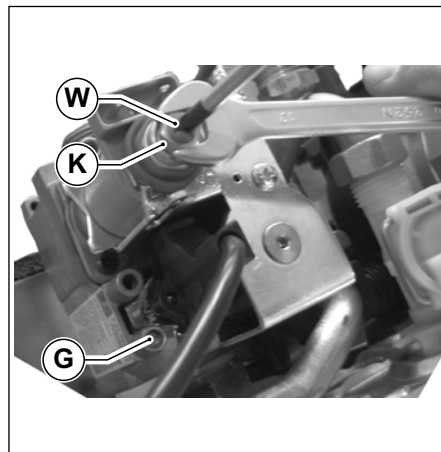

Abb. 19 Einstellung Gas-Modulationspule
- Gasversorgungsdruck am Messnippel G (siehe Abb. 19) prüfen und mit den Betriebsdaten vergleichen (siehe Tab. 1 Seite 13).
- Schraube W mit einem Schraubendreher festhalten, durch Drehen der Sechskant-Einstellmutter K im Uhrzeigersinn (siehe Abb. 19) wird der Gasdüsendruck erhöht, durch Drehen gegen den Uhrzeigersinn wird der Gasdüsendruck verringert.
- Sechskant-Einstellmutter K mit einem 10 mm Schlüssel festhalten, durch Drehen der Kreuzschraube W (siehe Abb. 19) im Uhrzeigersinn wird der Gasdüsendruck erhöht, durch Drehen gegen den Uhrzeigersinn wird der Gasdüsendruck verringert.